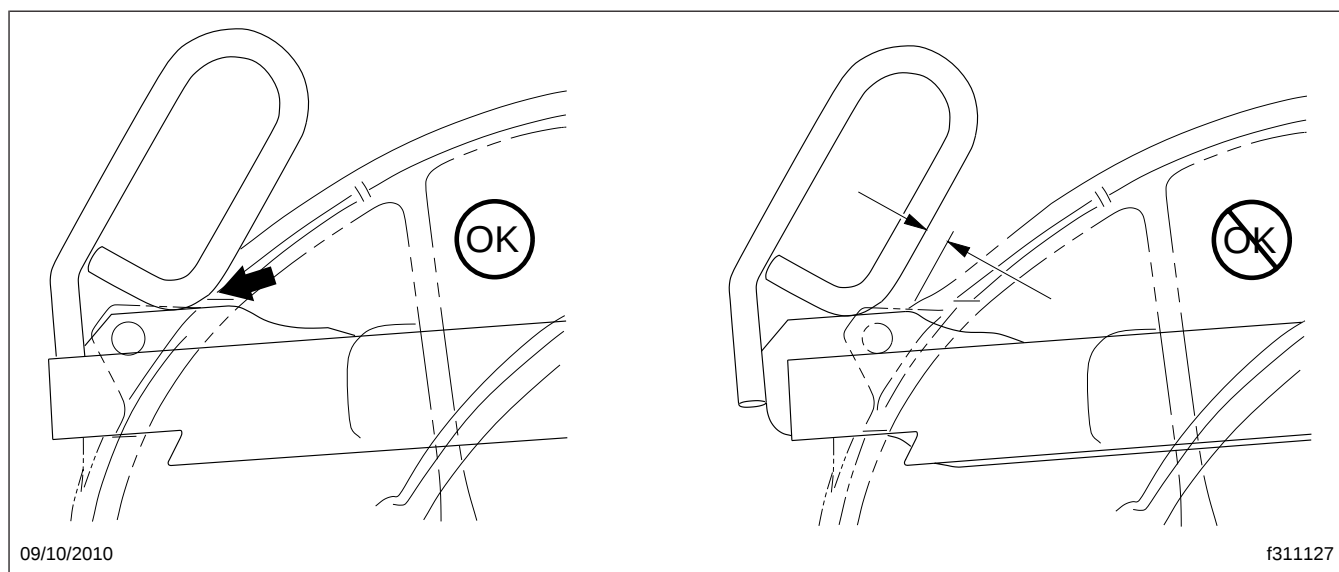

Fig. 17.8, Poignée de désengagement Jost verrouillée
12. Assurez-vous que la poignée de désengagement est à la position déverrouillée adjacente à la pièce coulée. Voir la figure 17.8.